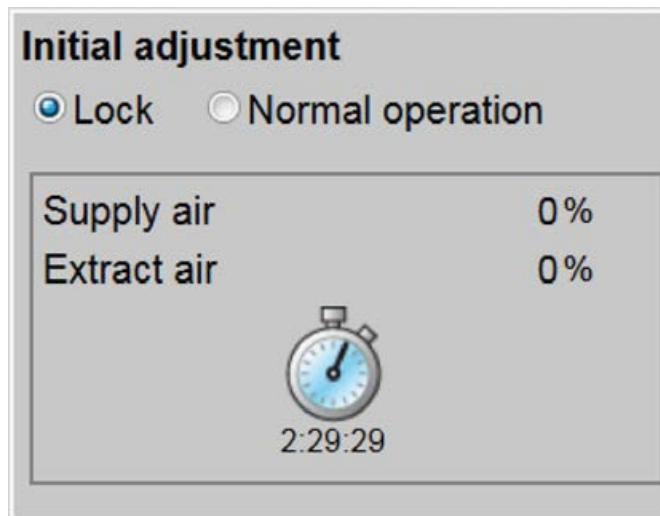

Fig. 27: Establecer un periodo de bloqueo
- ⇒ Al seleccionar «*Lock*» se muestra la pantalla en Fig. 27 .